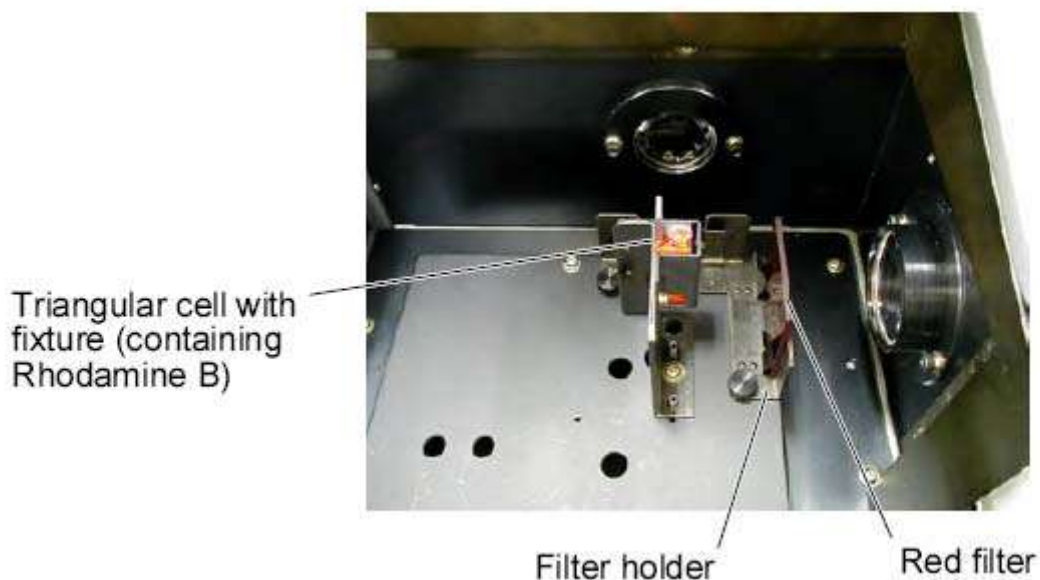
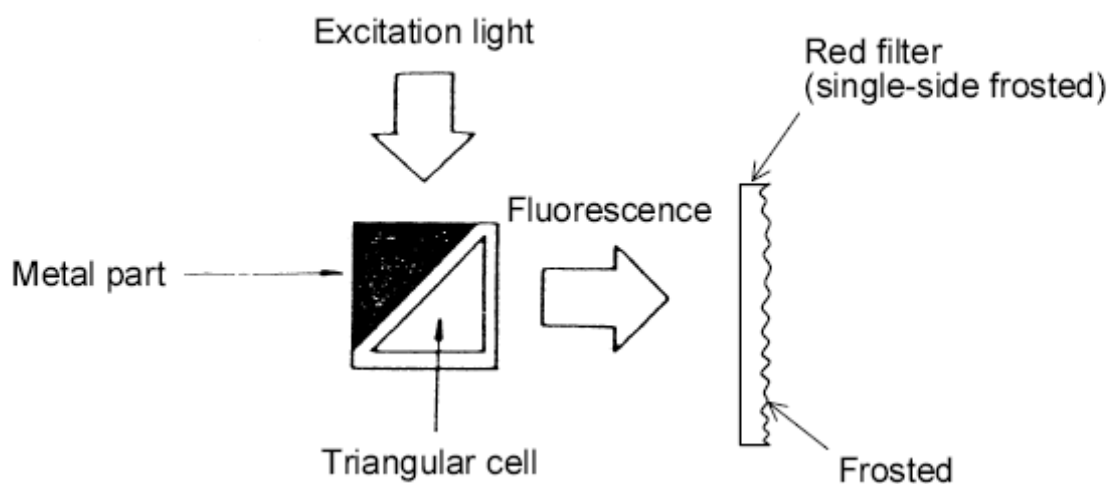

Рис. F-2 Установка треугольной кюветки, содержащей родамин В
Рис. F-3 Установка положения треугольной кюветки (вид сверху)
- (1) Нажмите кнопку  (метод анализа) на панели инструментов «Измерение». Появится окно настроек метода анализа.
- (2) Выберите вкладку «Общее». На этой вкладке выберите «Сканирование по длинам волн» для режима измерения.
- (3) Выберите вкладку «Прибор»
- (4) Для режима данных выберите «Флуоресценция», напряжение фотоумножителя «400В», для режима сканирования выберите «Возбуждение».
- (5) Выполните команду «Установка нуля» из меню «Спектрофотометр», чтобы выполнить калибровку точки нуля.
- (6) Как показано на рис. F-2, установите в держатель треугольную кюветку, заполненную родамином В и поместите ее в отсек для выборки. Также установите держатель фильтра в отсек для выборки и поместите в держатель красный фильтр (одна сторона матовая). При выполнении этой процедуры, обращайте внимание на расположение треугольной кюветки и фильтра (смотрите рис. F-3).